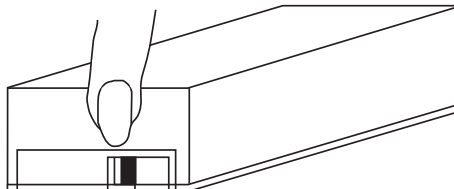

图 4.1 拆卸护盖
2. 要拆下 DS7460i 的护盖，请将大拇指直接放在 DS7465i 的边缘上方，按入并抬起。参见 *图 4.1*。